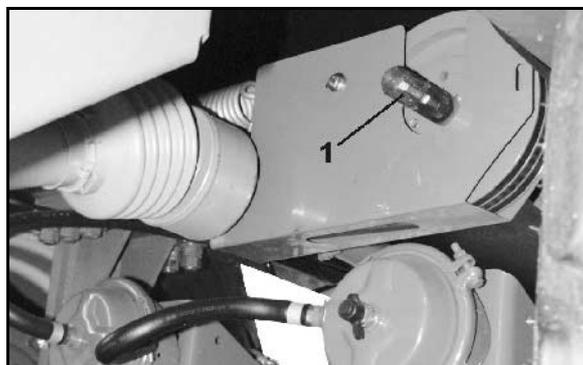

Рис. 74
**ZB-B Super:** Снимите карданный вал с силового колеса и установите на промежуточный привод (Рис. 74/1).